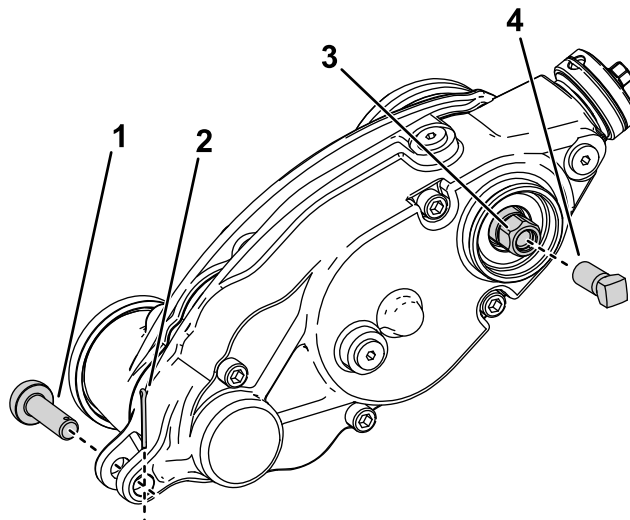

Figure 25
3. Retirez la goupille de réglage et la goupille fendue qui fixent le boîtier d'entraînement du groomer sur les bras de réglage (Figure 25).
5. Vissez la vis de renfort (réf. 1-803022, vendue séparément) sur le filetage interne de la tête hexagonale de l'entraînement du groomer et serrez-la à 13,5 Nm, comme montré à la Figure 25.
6. Déposez le boîtier d'entraînement du groomer du cylindre de coupe en tournant la tête hexagonale (Figure 25).